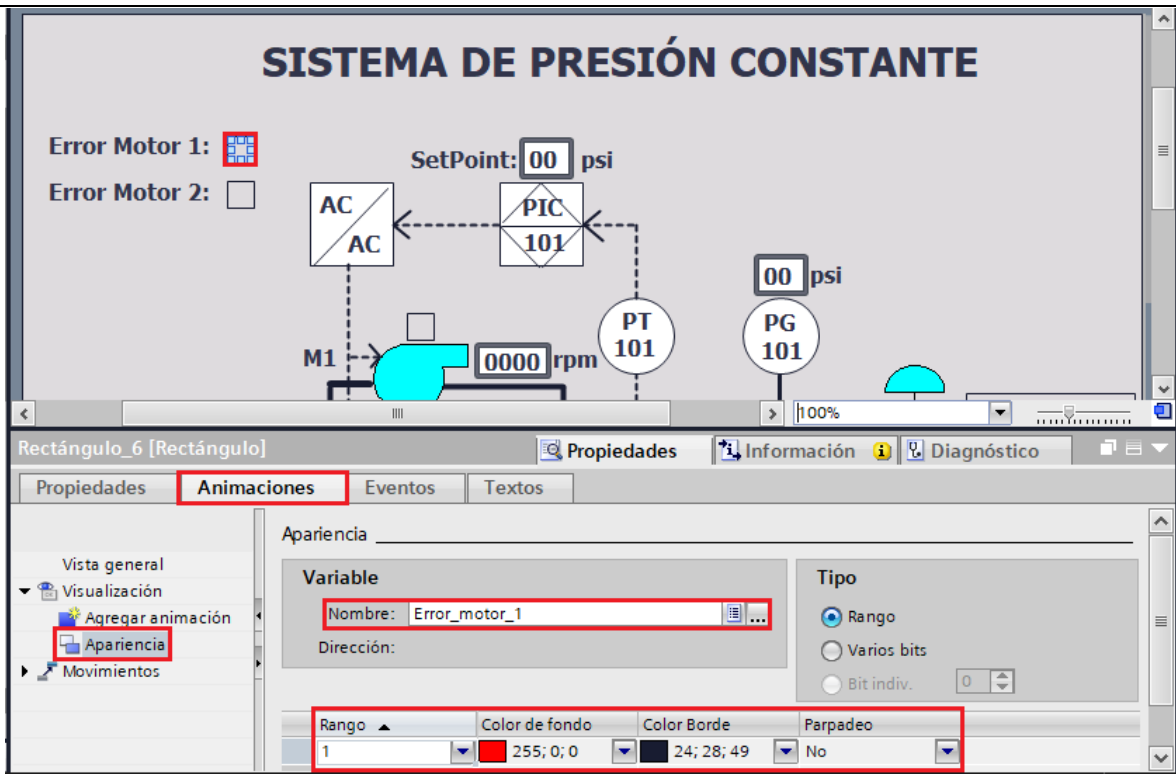

Figura 52. Configuración de rectángulo “Error motor 1”.
(2) Configuración de los elementos de la imagen.
- En “Rango” seleccionar “**1**” y en “Color de fondo” seleccionar el color “**Rojo**” (ver Figura 52).